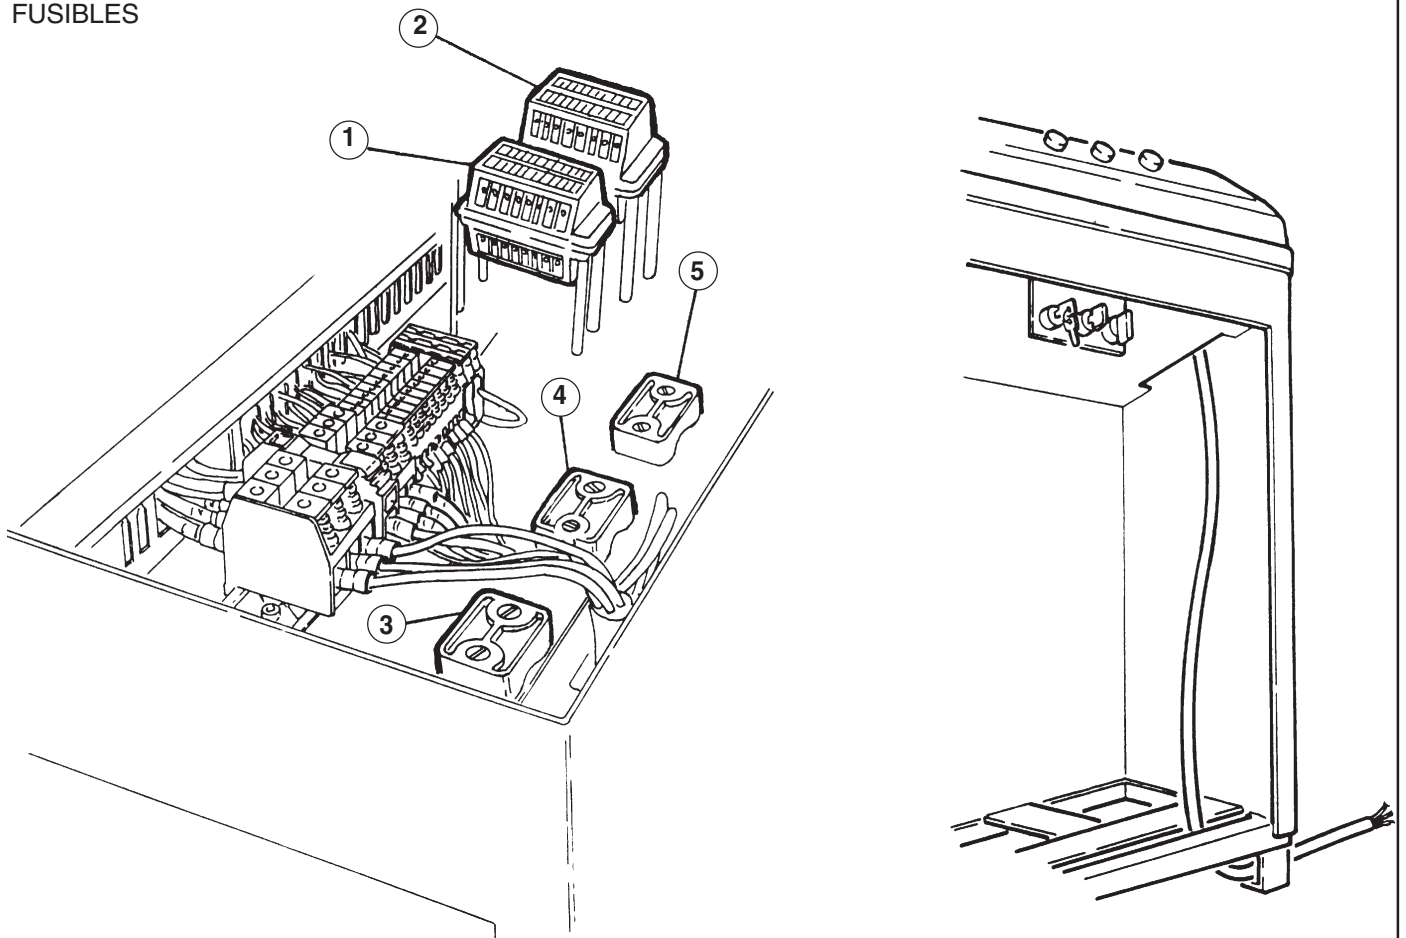

Fig.17
- Passare il cavo di alimentazione attraverso la parete sul fianco della centralina e collegare i fili alla morsettiera (vedi schemi elettrico e fig. 17) rispettando la corrispondenza numerica.
- Slide the supply cable through the wall on the side of the control unit and connect the wires to the terminal board (see wiring diagrams and fig. 17) matching the numbers.
- Das Versorgungskabel durch die Schaltkastenseitenwand führen und die Drähte an den Klemmkasten anschliessen (siehe Schaltplan und Abb. 17).
- Passer le câble d'alimentation à travers la paroi sur le côté de la centrale et faire le raccordement des fils à la boîte à bornes (voir schéma électrique et fig. 17) en respectant la correspondance numérique.
- Pasar el cable de alimentación a través de la pared al lado de la central y unir los hilos a la regleta de bornes (ver esquema eléctrico y la fig. 17) respetando la correspondencia numérica.